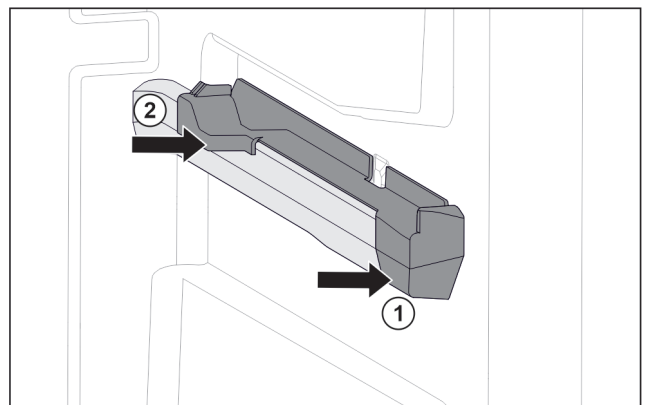

Fig. 129 右侧容器肋梁上的插装件
- ▶ 将插装件前部放到容器肋梁上。 Fig. 129 (1)
- ▶ 压紧插装件后部。 Fig. 129 (2)